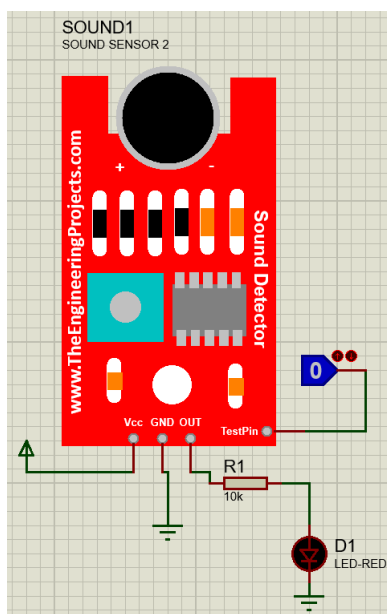

Figura 3: Simulación del sensor de sonido en Proteus. Con el Led apagado.
A continuación, se presentan dos circuitos, el primero (figura 3) es el más simple y permite comprobar el correcto funcionamiento del sensor de sonido. Por otro lado, la figura 5, permite implementar el sensor en conjunto a una placa Arduino para luego realizar los experimentos necesarios para el proyecto final.
A partir del circuito especificado anteriormente en la figura 3, se procedió a realizar la simulación pertinente obteniendo el resultado esperado, es decir, lograr encender el “LED D1” como se puede observar en la siguiente figura (6).